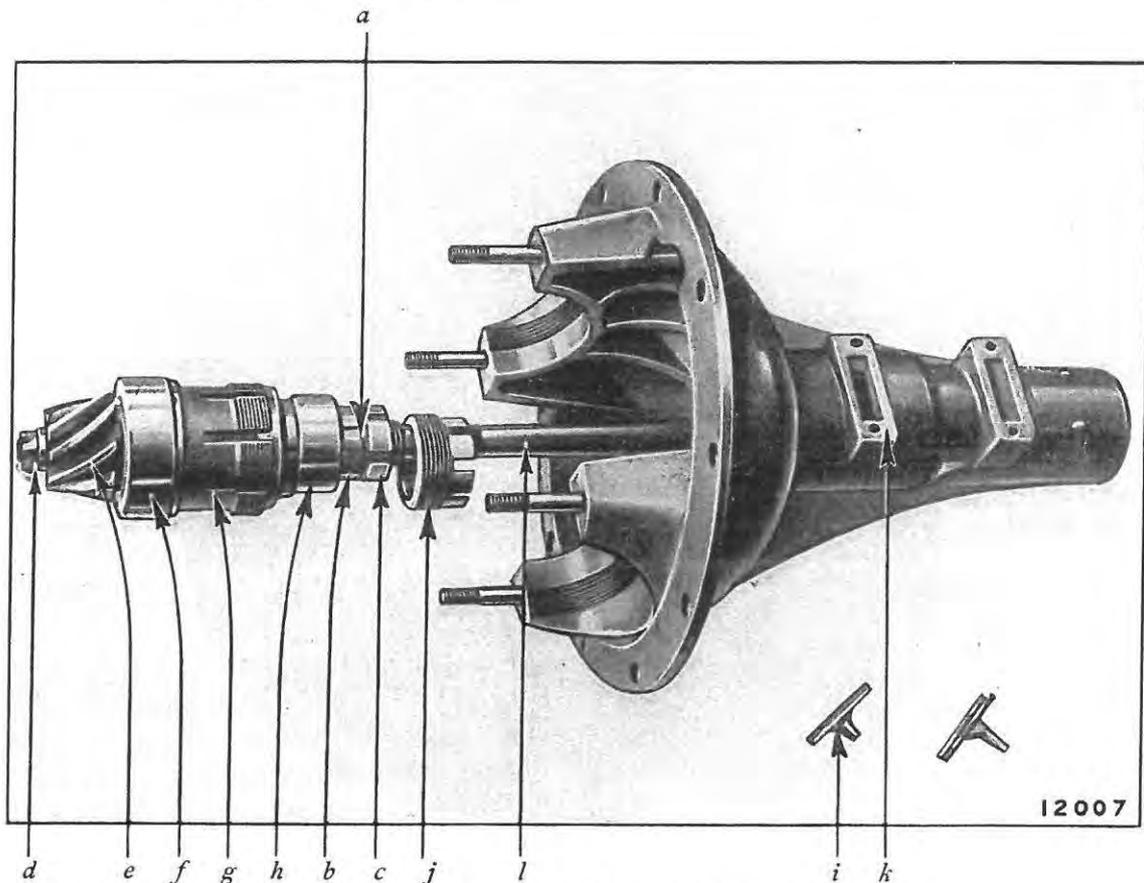

Fig. 63. — Remontage de l'arbre de transmission.
- 1. Remonter l'arbre de transmission (fig. 63).